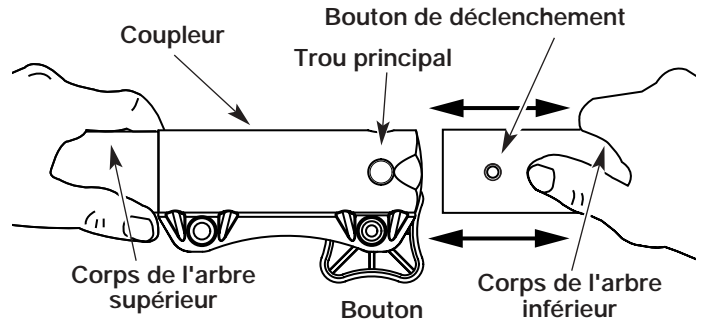

Fig. 2
3. En tenant fermement le logement de l'arbre supérieur, retirez l'accessoire cultivateur de jardin du couplage (Fig. 2).
3. Tenez fermement l'accessoire et enfoncez-le tout droit dans le coupleur (Fig. 2).